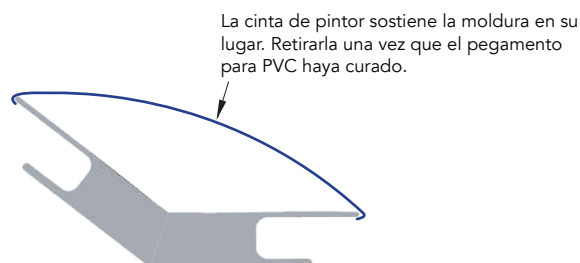

Figura 12
- Asegure ambas molduras entre sí en las superficies pegadas (Figura 12). Asegúrese de alinear sus extremos y la junta.